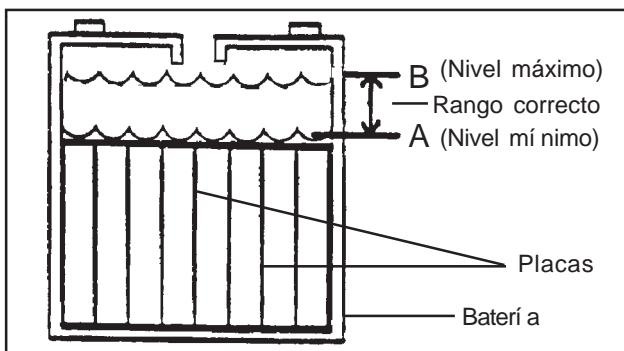

Figura 5
2. Controle el nivel de electrolito de las baterías. El nivel mínimo es justo por encima de las partes superiores de las placas. Consulte la figura 5 A.